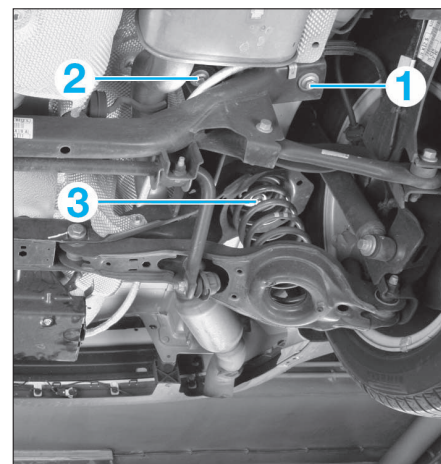

FIG. 17
- Déposer les fixations (1), (2) et (3) (identique de chaque côté) (Fig.17) du berceau puis celui-ci.